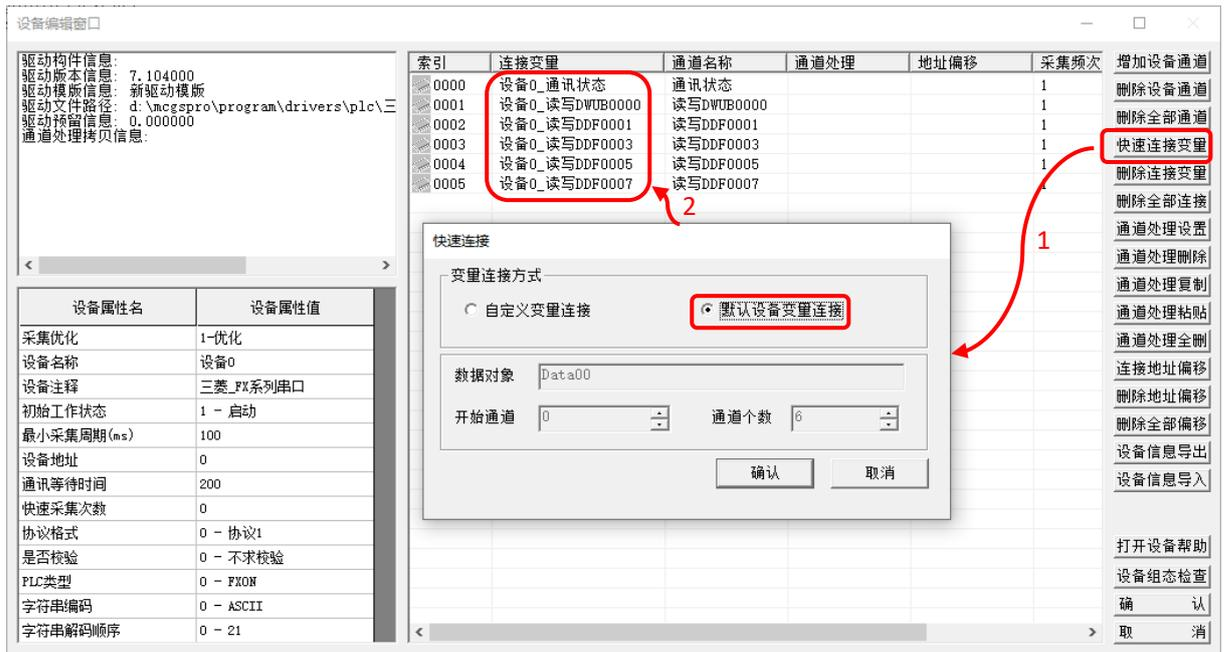

图 8.4-7 快速连接变量
⑥ 快速连接变量：如图 8.4-7，通过【快速连接变量】→【默认设备变量连接】，为设备通道中关联变量。